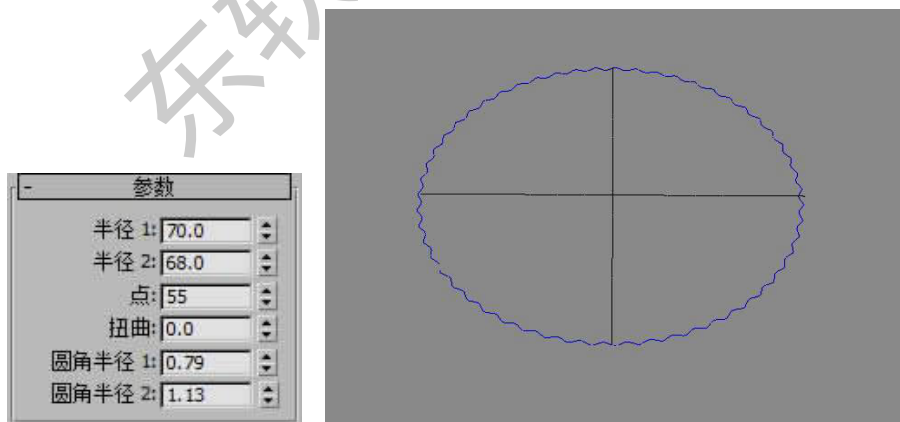

图 2-57 创建星形
Step 1. 选择 创建面板 → 图形 → 星形,将星形的点数设置为 55,适当的调节一下圆角半径,注意该值不要太大,否则会出现圆角半径交叉,如图 2-57 示。